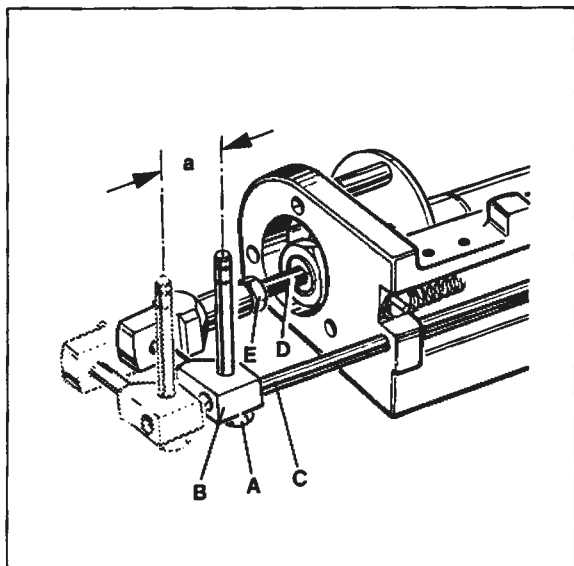

Fig. 36
The stroke (a, Fig. 36) of the air cylinder has to be set for the different needle distances as shown in the following chart:
For setting remove the cloth plate. Loosen nut (A, Fig. 36) and move crosshead (B) on shaft (C) as required. Retighten nut (A).
If it is necessary to adjust piston rod (D, Fig. 36) of air cylinder to make above setting, loosen nut (E) and turn piston rod (D) accordingly. Retighten nut (E).
Der Hub (a, Fig. 36) des Luftzylinders muß für die verschiedenen Nadelabstände entsprechend folgender Tabelle eingestellt werden:
Entfernen Sie zum Einstellen die Stoffplatte. Lösen Sie die Mutter (A, Fig. 36) und verschieben Sie den Kreuzkopf (B) auf der Achse (C) entsprechend. Ziehen Sie die Mutter (A) wieder an.
Wenn es nötig ist die Kolbenstange (D, Fig. 36) des Luftzylinders zu verstellen um obige Einstellung vorzunehmen, lösen Sie die Mutter (E) und verdrehen Sie die Kolbenstange (D) entsprechend. Ziehen Sie die Mutter (E) wieder an.